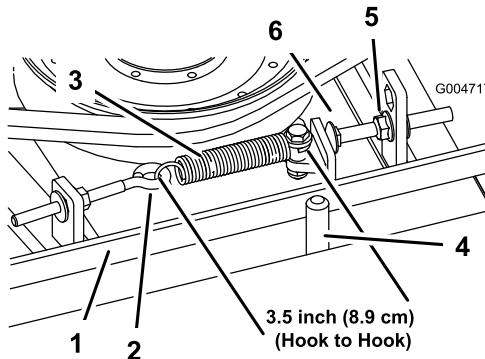

Figura 64
Cuando está correctamente tensado, la longitud del muelle de extensión (entre ganchos) debe ser de 3,50 ±0,25 pulgadas aproximadamente (medida interior). Una vez que haya obtenido la tensión correcta del muelle, ajuste el perno de tope (perno de cuello cuadrado) hasta que quede aproximadamente 0,125 +0,060/-0,000 pulgadas de holgura entre la cabeza del perno y el brazo tensor (Figura 64).
Nota: Asegúrese de que la correa está colocada en el lado del muelle de la guía de la correa (Figura 64).
2. Afloje el perno de ojal para poder retirar el muelle de extensión (Figura 64).
tensor pase por el perno de tope (Figura 64). Aleje la polea tensora de la correa para aliviar la tensión de la correa.
- Vuelva a conectar el muelle de extensión (Figura 64) al perno de ojal y tense la correa de la siguiente manera: